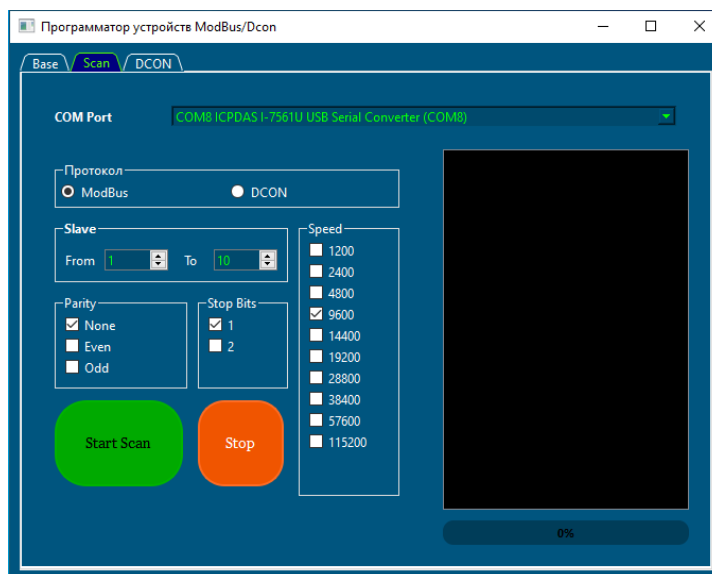

Рис.1
3. Проверьте настройки программы во вкладке «SCAN» (Рис.1).